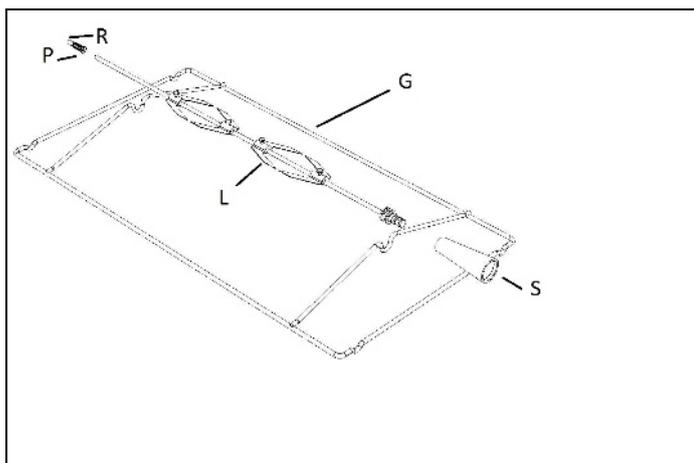

Fig. 23
- **Griglia con girarrosto (se applicabile):** Serve per grigliare utilizzando lo spiedo rotativo (Fig. 23 ). Inserire il portaspiedo (G) sulle griglie laterali al livello 3. Inserire la pietanza sullo spiedo e infilare il tutto nel forno, facendo entrare la punta dello spiedo nell'alberino che sporge nel laterale sx del forno e appoggiando lateralmente lo spiedo nell'alloggiamento del porta spiedo. Inserire la teglia sulle guide ad un livello inferiore, portare il termostato nella posizione relativa e premere il pulsante con il simbolo del girarrosto (versione forno elettrico).